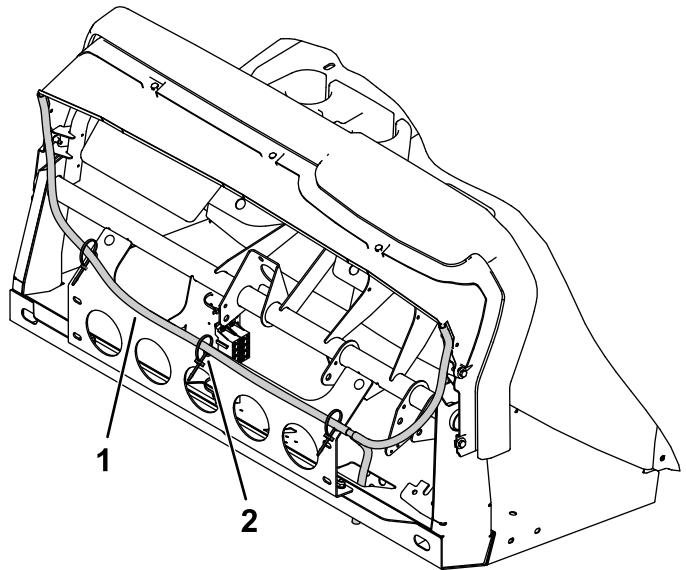

Figura 43
- 5. Começando pelo lado do passageiro, passe o tubo transparente ligado para baixo através da placa do piso (com o pedal da embraiagem) para o lado do condutor da máquina (Figura 43).
- 6. Prenda o tubo transparente ligado com as 3 montagens de fita magnética e as três braçadeiras de cabos (Figura 43).